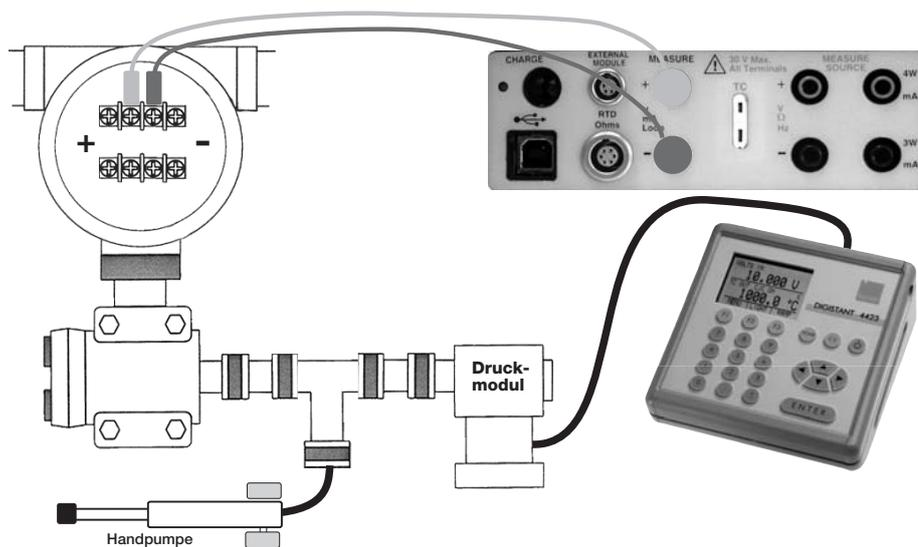

Abbildung 22: Kalibrieren eines Drucktransmitters
- Schließen Sie den Kalibrator an den Transmitter und das Druckmodul an (siehe Abbildung 22).